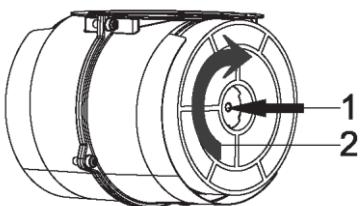

Рис. 6: УГОЛЬНЫЙ ФИЛЬТР
- 1- Установите угольный фильтр на двигатель. Фиксатор для установки находится на воздушной решётке мотора. (Рис. 6).
- 2- После совпадения фиксатора с отверстием на фильтре, поверните его по часовой стрелке. Убедитесь, что он полностью встал на место. Фильтр должен полностью прилегать к корпусу мотора. (Рис. 6).